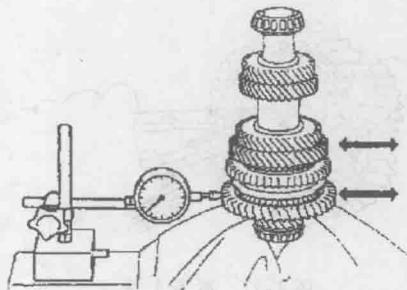

图 1-45 测量一/二档齿轮径向圆跳动
45) 按图 1-45 所示方法测量一档和二档齿轮径向圆跳动, 最大跳动值为 0.056mm。